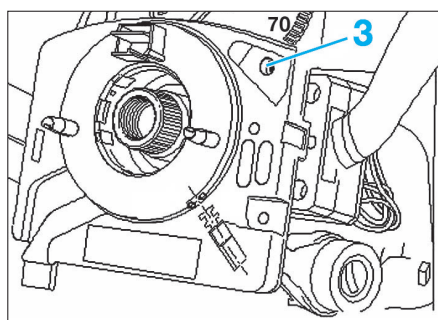

Fig. 3
- Déposer les demi-coquilles (2) de colonne de direction.
Un point jaune doit être visible dans l'alésage (3). Les repères (flèches) doivent coïncider (Fig.3).